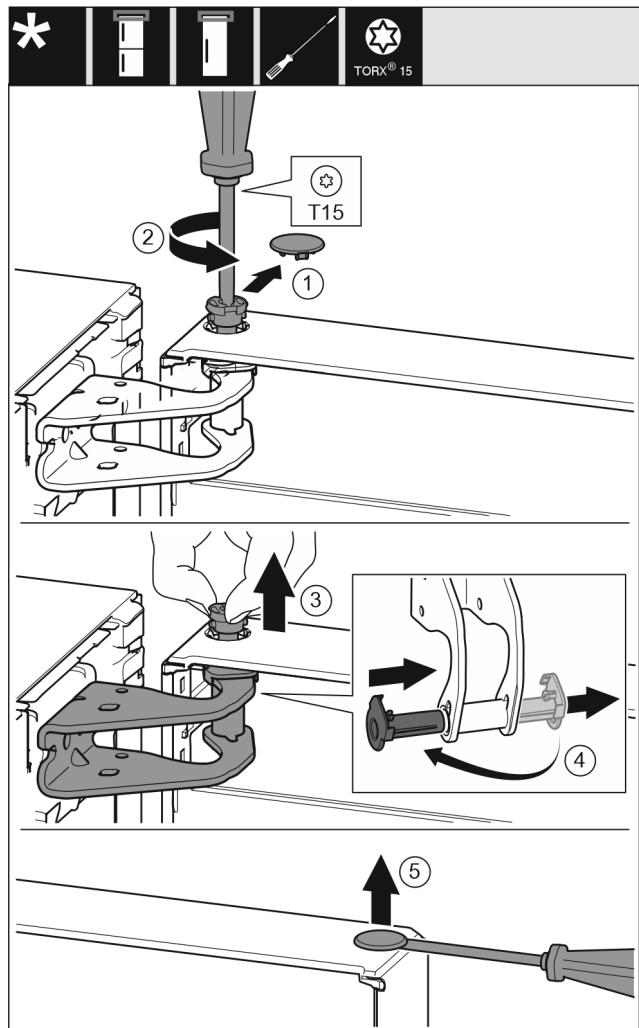

Fig. 9
- Ta försiktigt av blindlocket. Fig. 9 (1)
- Skruva ut bulten en bit med torxskruvmejsel T15. Fig. 9 (2)
- Håll fast dörren och dra ut bulten med fingrarna. Fig. 9 (3)
- Dra ut lagerbussningen ur hålen. Sätt in den från den andra sidan så att den går i lås med ett klick. Fig. 9 (4)
- ▶ Bänd försiktigt upp pluggarna från dörrlagerbusningen med en spårskruvmejsel och dra ut dem. *Fig. 9 (5)*